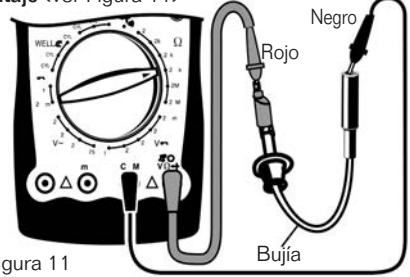

figura 11
2. Pruebas del sistema de encendido de alto voltaje (ver Figura 11)